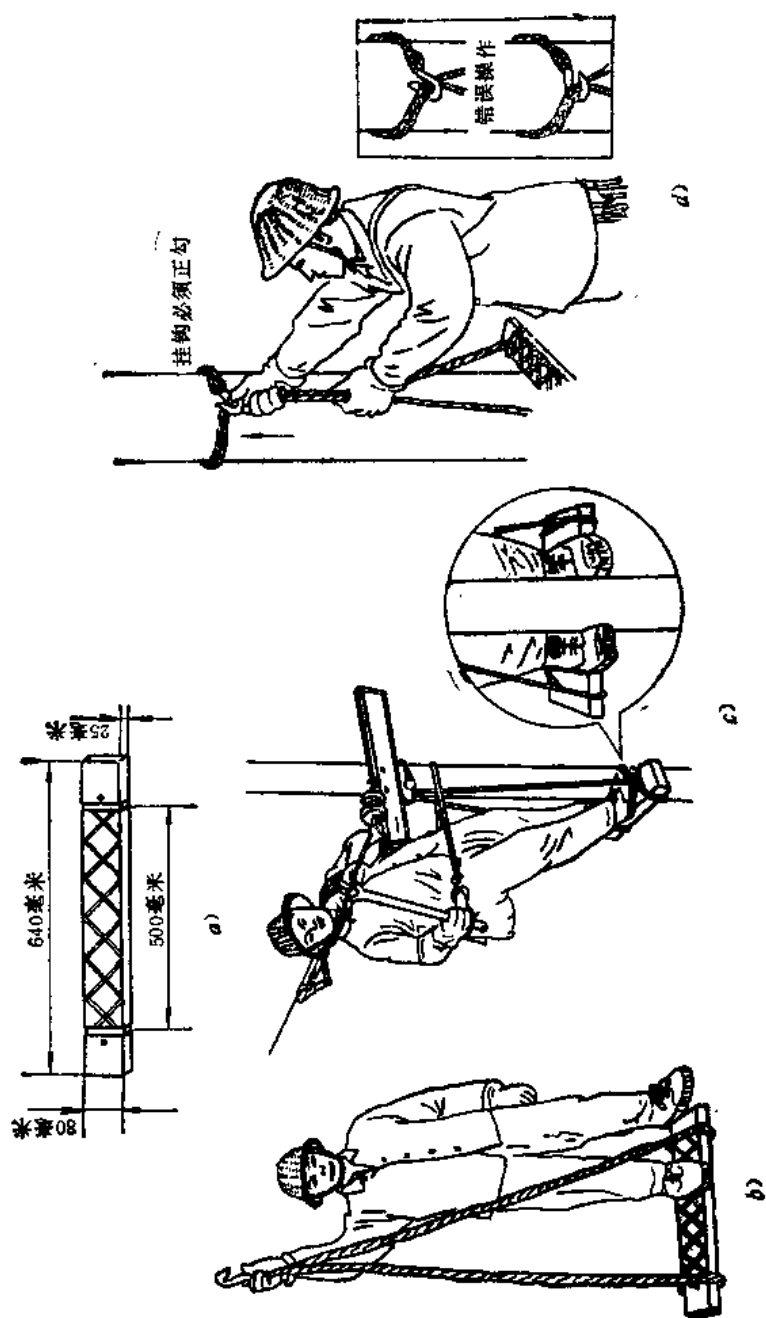

图 1-15 踏板
1. 蹬板 蹬板又叫踏板或三角板，用来攀登电杆。蹬板由板和绳两部分组成，板是采用质地坚韧的木材制成的，绳通常用16毫米的三股白棕绳制作，绳的长度要与使用者的身材相适应，一般为一人加一手的长度。蹬板和白棕绳均应能承受300千克的质量，而且每半年要进行一次载荷试验。每次登高前应作冲击试登，以检验板、绳是否良好。登杆时，蹬板的挂钩必须正勾。在杆上进行操作时，为保持人体平稳，不使蹬板摇晃，在蹬板上站立要用两脚内侧夹靠电杆。蹬板的规格和作业时的站立姿势，见图1-15。